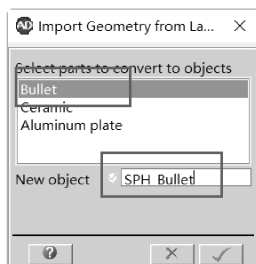

图 6-25 导入几何
(2) 选择【Bullet_SPH (SPH, 0)】→【Geometry (Zoning)】→【Import Objects】→【Part】，弹出来如图 6-25 所示的对话框，选择【Bullet】，【New object】= SPH_Bullet，单击 ☒ 确定。